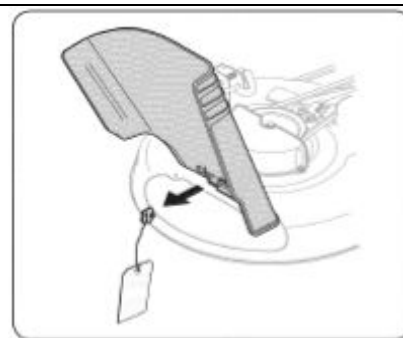

Рис.3
1. Определите местоположение транспортировочной скобы, если она присутствует, и предупреждающую табличку расположенные с правой стороны деки. См. Рис. 3.